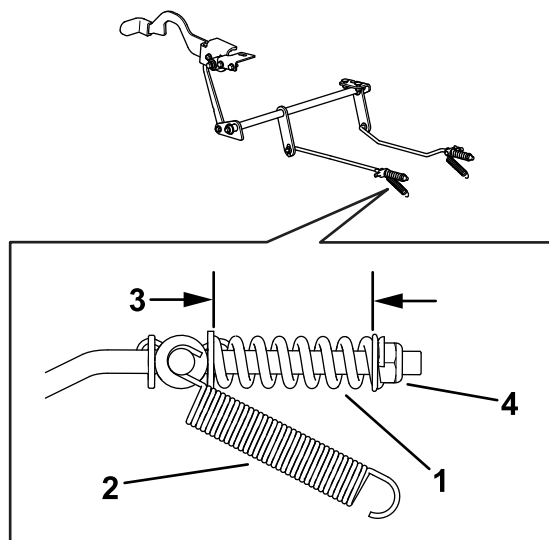

Figure 77
8. Contrôlez les deux longueurs de ressort comme montré à la Figure 77. Si un réglage est nécessaire, tournez l'écrou de maintien du ressort dans le sens horaire pour raccourcir le ressort, et dans le sens antihoraire pour l'allonger. Répétez l'opération 6.